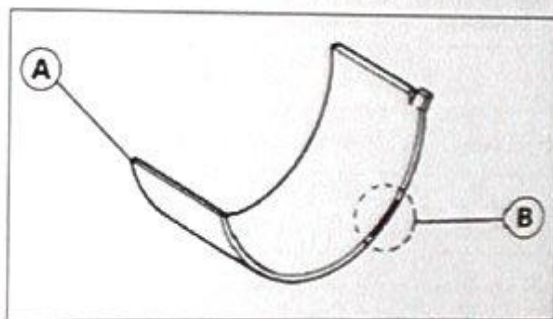

Bild 228
- Falls gemessenes Spiel zwischen 0,044 und 0,08 mm liegt, Lagerschalen gegen solche mit blauer Markierung (Bild 228) tauschen.
- Falls gemessenes Spiel zwischen 0,066 und 0,10 mm liegt, Lagerschalen gegen solche mit blauer Markierung (Bild 228) tauschen.
- Falls gemessenes Spiel zwischen 0,050 und 0,09 mm liegt, Lagerschalen gegen solche mit blauer Markierung (Bild 228) tauschen.